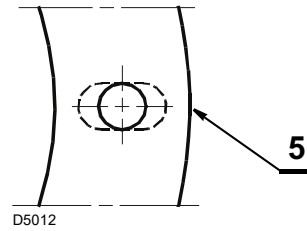

Abb. 8
- falls erforderlich die Bohrungen der Isolierdichtung (Abb. 8) verbreitern, aber darauf achten, dass sie dabei nicht beschädigt wird.